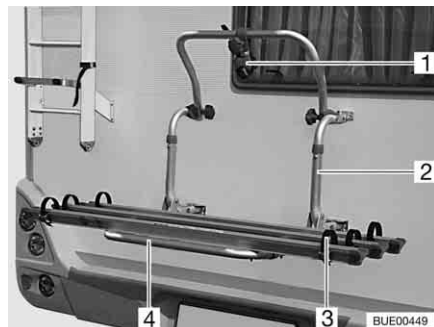

Bild 4 Cykelställ, ej nedsänkbar
Med cykelstället (Bild 4,2) kan 2 cyklar bekvämt transporteras. Det går att bygga ut det för 3 cyklar.
- Fäll ned teleskopbygeln (Bild 4,4).
- Sätt in cyklarna och fäst dem med snabbbremsarna (Bild 4,3).
- Fäst distansdelen (Bild 4,1) på ramen på den yttre cykeln.